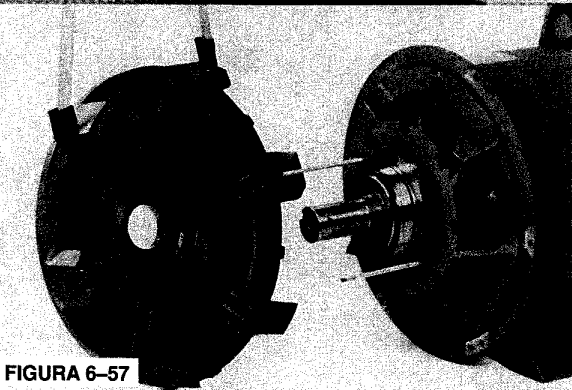
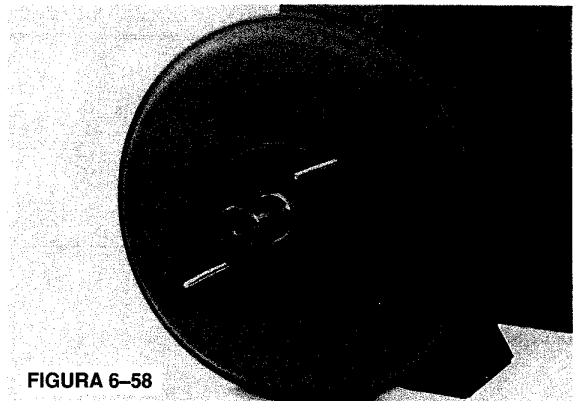
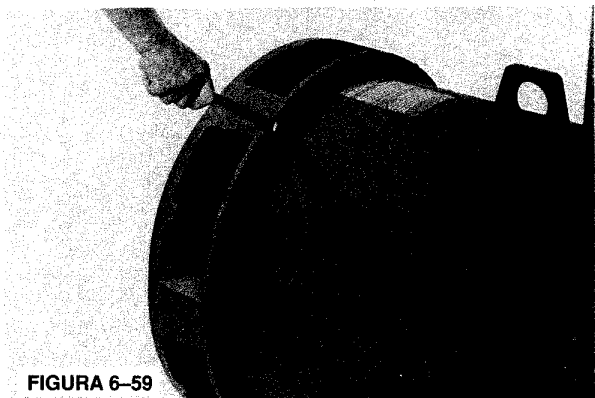

FIGURA 6-57
FIGURA 6-58
FIGURA 6-59
- b. En los generadores de dos cojinetes, introduzca dos clavijas de guía en los orificios de bloqueo del cojinete trasero. (Figura 6-57.) Llene la cavidad de grasa del soporte del extremo del impulsor en 1/3 a 1/2 con grasa Chevron SRI (o equivalente.) Coloque todos los tapones de grasa en el soporte. Monte el soporte sobre el cojinete y guíe las clavijas de bloqueo del cojinete a través de los orificios del soporte. (Figura 6-58.) Alinee el soporte del extremo del impulsor y móntelo con los tornillos de casquete. (Figura 6-59.) Introduzca dos tornillos de casquete con arandelas de seguridad en el bloqueo del cojinete, y apriételos. Quite las clavijas de guía y reemplácelas con los dos tornillos de casquete restantes con sus arandelas de seguridad. Torsione los tornillos de casquete del cojinete a 25 pies-libra (34 N-m). Torsione los tornillos de casquete de montaje del soporte en base a las especificaciones que se dan en la sección 12.